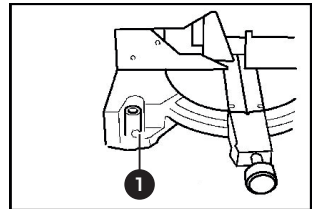

рис. 3
- Необходимо зафиксировать торцовочную пилу, прикрепив ее к поверхности, тем самым вы исключите движения пилы во время работы (рисунок 3).